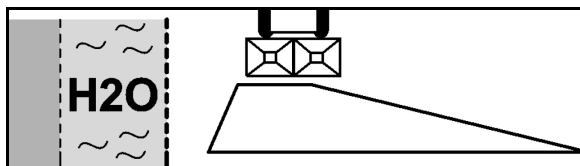

Рис. 72
2. Розкидання в канаві згідно з Постановою про добрива (Fig. 72):